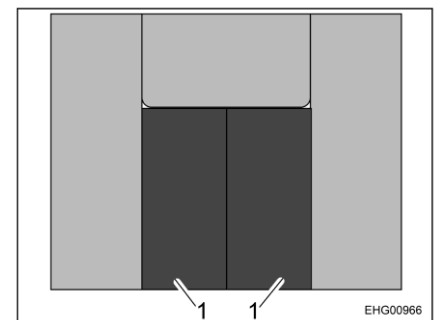

Bild 67 Dynplacering
- Lägg ryggdynorna (Bild 67,1) enligt dynplaceringen (Bild 67). Om sittdynorna tidigare tagits bort, sätt tillbaka dem.